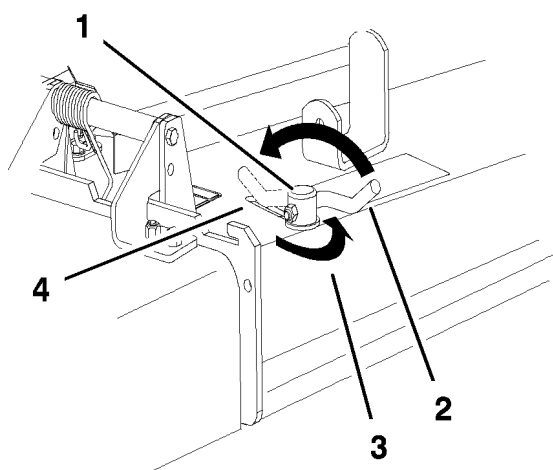

Figura 22
3. Para ajustar el bloqueo de leva, levante la palanca para aflojar el bloqueo de leva (Figura 22).
5. Devuelva la palanca a su posición original para apretar el deflector y el bloqueo de leva (Figura 22).